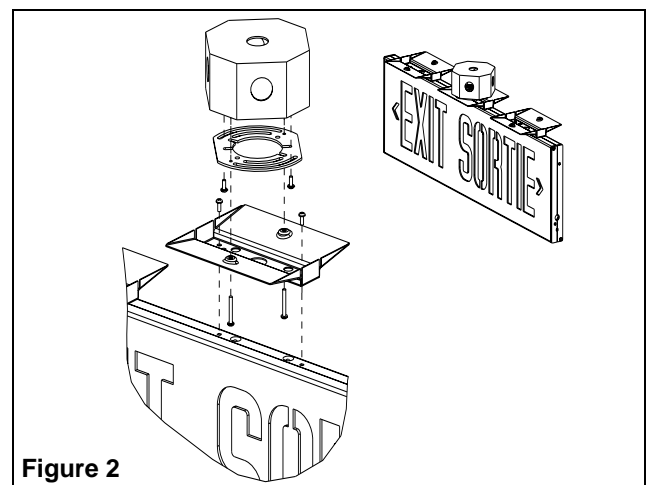

Figure 2
- a. Il y a trois ensembles de pavillon installés sur le boîtier de l'enseigne (voir fig. 2).
Montage au plafond — Utiliser les six vis de pavillon 1" pour fixer les trois pavillons. Insérer les vis dans les pavillons et les plaques de fixation (voir fig. 2).